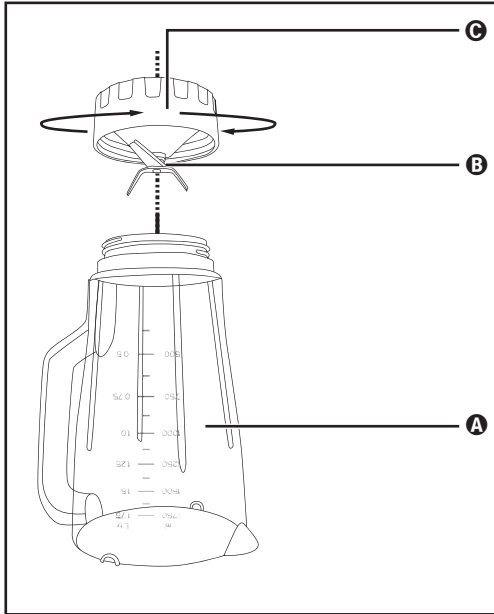

Abb. 3
- 2) Stellen Sie das Gerät auf den Kopf und drehen Sie das untere Plastikteil ③ des Mixaufsatzes ③ gegen den Uhrzeigersinn, so dass es sich vom oberen Plastikteil ① des Mixaufsatzes ③ lösen lässt (siehe Abb. 3).
- ▶ Gehen Sie vorsichtig mit den Messern ④ um. Sie sind sehr scharf. Verletzungsgefahr!